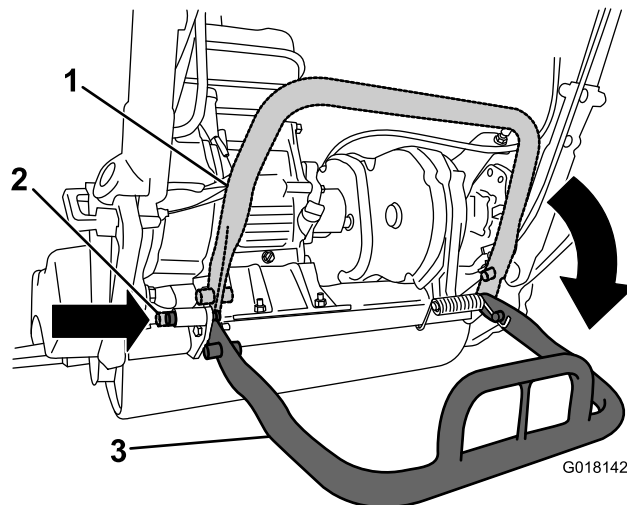

Figura 5
2. Baje el caballete e introduzca el pasador de bloqueo para bloquear el caballete en la posición de mantenimiento (Figura 5). Deje que la máquina se apoye sobre el pasador de bloqueo.